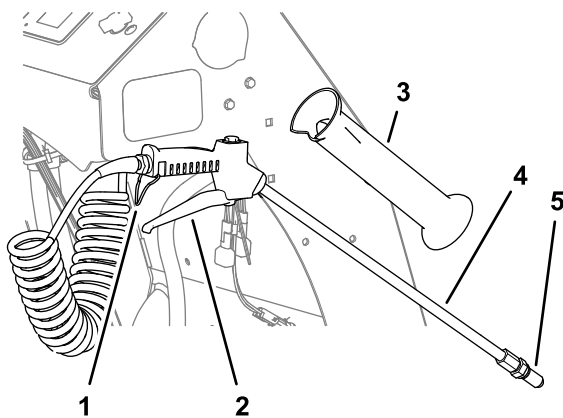

図 59
1. 機体右側にあるホルダーから散布スティックを外す 図 59。
4. トリガーを引くと散布を開始する必要に応じてトリガーをロックする (図 59)。
5. 散布が終了したら、トリガーがロックされている場合はロックを解除し、トリガーから指を離す (図 59)。
7. スティックをホルダーに戻す 図 59。